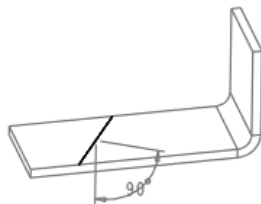

图 11.3.5 将折弯反向
Step11. 在 **DEF BEND ANGLE** 菜单中选取折弯角度值为 90.0, 再选中该菜单中的 ☒ **Flip (反向)** 复选框, 将折弯的创建方向反向 (图 11.3.5), 然后选择 **Done (完成)** 命令。